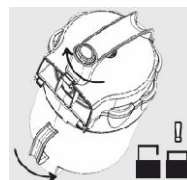

Рис. 18
5. Снова заблокировать крышку на пылесборнике, поверните их в противоположном направлении (рис. 18).